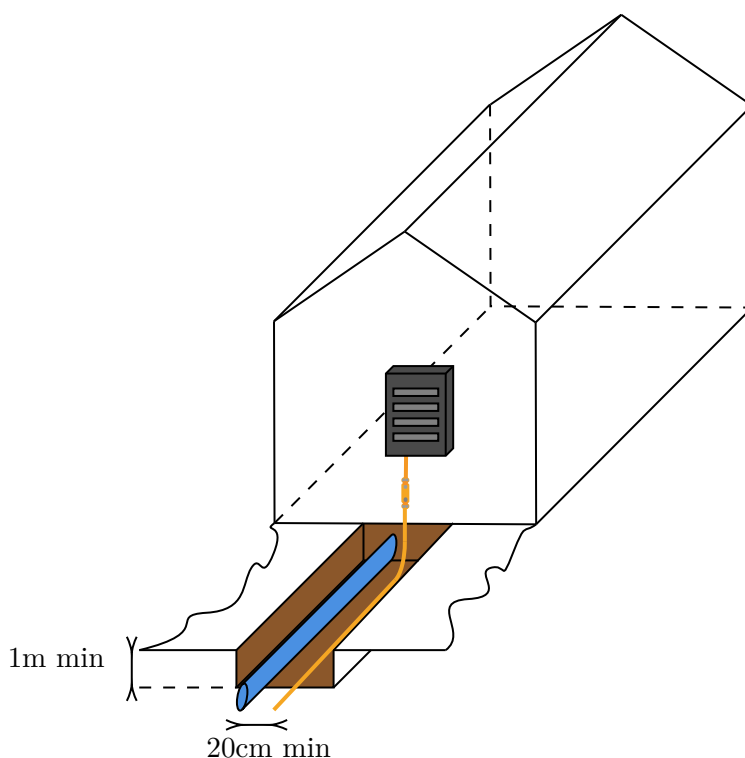

FIG. A.10: Câble en tranchée
**Câble en tranchée** Si la mise en œuvre de la boucle à fond de fouille n'est pas possible (bâtiment existant par exemple), on peut réaliser la mise à la terre de l'installation électrique par l'installation d'un câble en tranchée en respectant les règles de pose explicité dans le schéma figure A.10 page 38. Le conducteur utilisé doit aussi présenter une section minimale selon le matériau choisi :